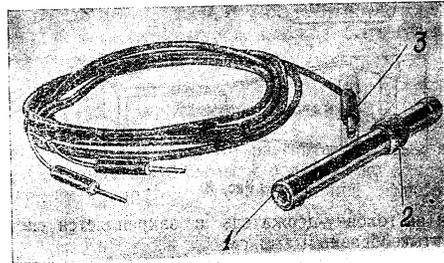

Рис. 7.
Контактная втулка (3) служит для присоединения к головке осветительной ручки-выключателя (рис. 7).
Ручка (рис. 7) служит держателем головки со вставленной в нее ректоскопической трубкой и одновременно
Электрошнур (рис. 7) с целью его предохранения от намкания и быстрого износа вмонтирован в хлорвиниловую изоляцию или резиновую трубку.